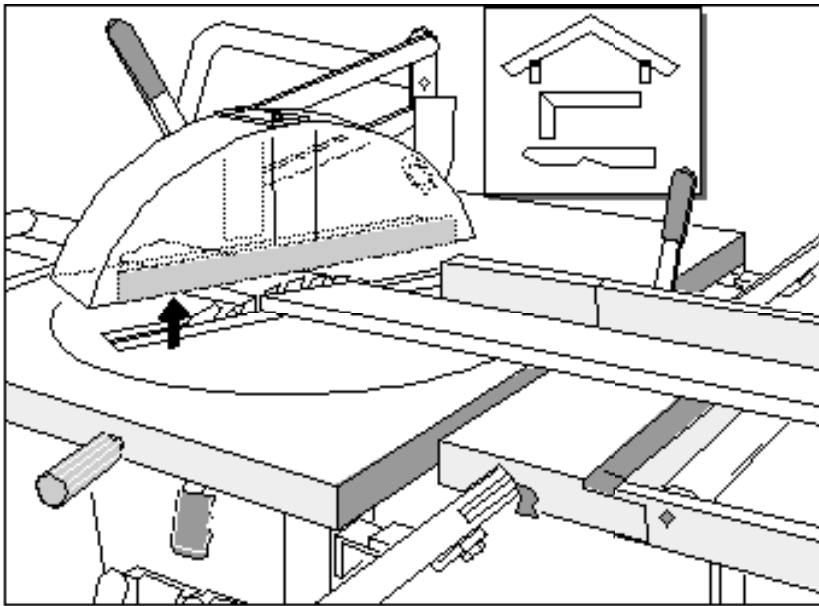

Fig. 6
- Lyft hävarmen och låt sågklingan lugnt skära genom arbetstycket. Se *fig. 6*.